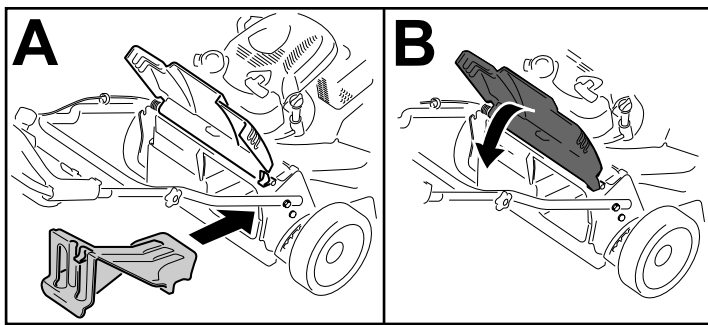

Figura 23
- Si el tapón de descarga trasero no está instalado, sujételo por el asa, eleve la puerta trasera e introdúzcalo en el conducto de descarga trasera hasta que el enganche encaje en su sitio; consulte Figura 23.
Importante: Asegúrese de que el tapón de descarga trasera está colocado antes de reciclar los recortes (Figura 23).